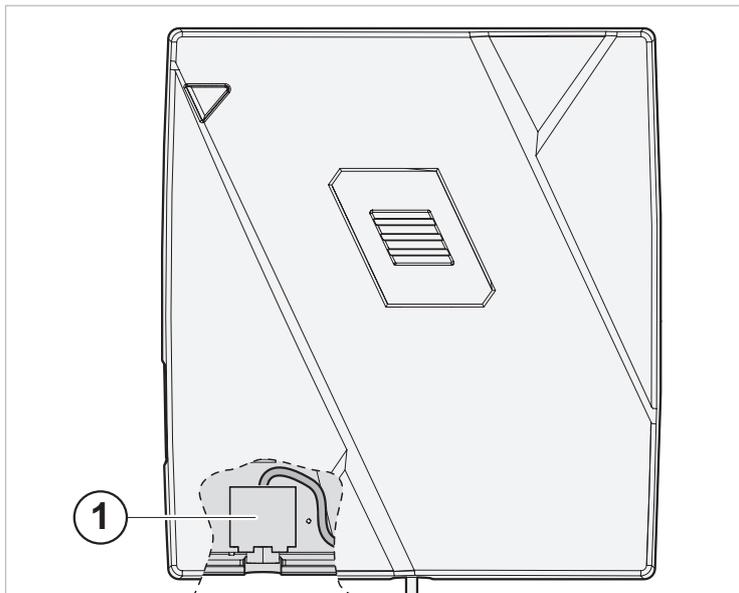

Fig. 10 Connecter la fiche mono jack 3,5 mm
- 5 Tirette d'appel (ou décharge de traction en option) (Fig. 10)